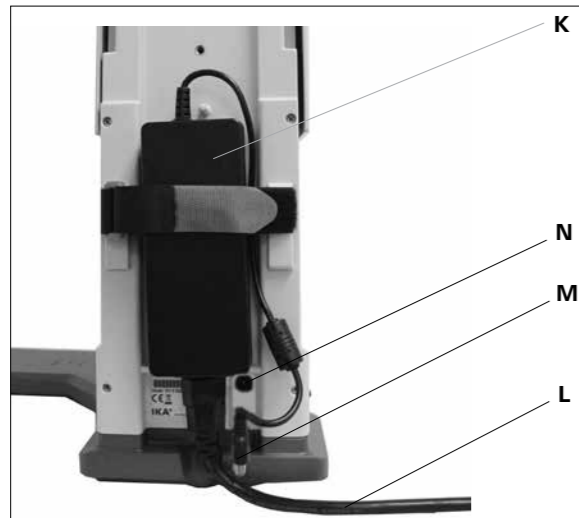

Fig. 9
### 3.) A kapcsolóüzemű tápegység rögzítése. (Fig. 9)
- Rögzítse a kapcsolóüzemű tápegységet (K) a készülék hátoldalára. Fixálja a tépőzárral úgy, hogy a két fület összehúzza a hálózati tápegység felett. A tépőzár nem lehet a kapcsolóüzemű tápegység alatt.
- A kisfeszültségű csatlakozódugót (M) helyezze a csatlakozóaljzatba (N). (Fig. 9)
- Dugja be a hálózati kábelt (L) a kapcsolóüzemű tápegységbe és kösse össze a feszültségforrással.